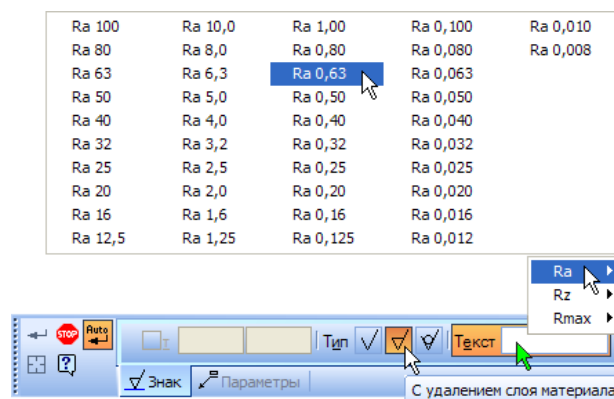

Рисунок 71.
- Из появившегося меню выберите критерий и значение шероховатости (рис. 71).